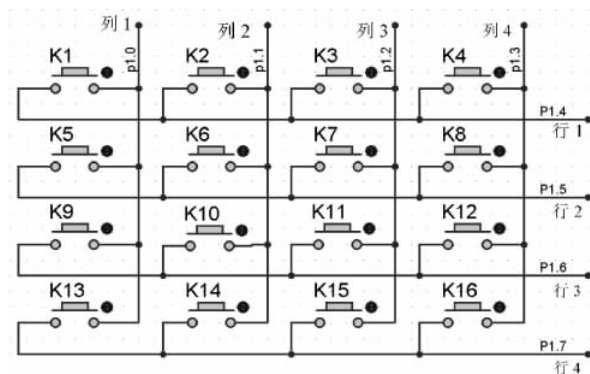

图 3-6 矩阵非编码键盘
由于线性键盘的每一个按键都是单独与单片机的 I/O 相连, 每一个按键都需要单片机的 I/O 口, 占用单片机的硬件资源较多。特别是当按键数量很多的时候, 如果每个按键都占用单片机的一个 I/O 口, 势必造成单片机硬件资源紧张。因此, 在按键数量较多的情况下, 将按键开关设置在行线和列线的交叉点上, 行线和列线分别连接在按键的两端, 构成矩阵键盘, 以节约单片机的 I/O 口。如图 3-6 所示便是一个 4×4 的矩阵非编码键盘。
(1) 向行线输出低电平,列线输出高电平,然后读取列线所在的 I/O 口电平。如果有按键按下,则按键所在的列 I/O 口将变为低电平。如图 3-6 所示,首先置 P1.4~P1.7 输出低电平,P1.0~P1.3 输出高电平,然后读取 P1 口的电平。如果此时有按键按下,则 P1 口的值必然不为 0x0f。例如,如果 K₁ 按下,则 P1.0 电平将变为低电平,读 P1 口的值为 0x0e,将该值取反得 0xf1; 0xf1 与 0x0f 做按位与运算,保留低 4 位值,得 0x01。此值就是 K₁ 按键所在的列值。
(2) 向行线输出高电平,列线输出低电平,然后读取行线所在的 I/O 口电平。如果有按键按下,则按键所在的行线 I/O 口将变为低电平。如图 3-6 所示,置 P1.0~P1.3 输出低电平,P1.4~P1.7 输出高电平,然后读取 P1 口的电平。如果此时有按键按下,则 P1 口的值必然不为 0xf0。例如,如果 K₁ 按下,则 P1.4 电平将变为低电平,读 P1 口的值为
(3) 将按键的行与列相加,获得按键的码值,高 4 位保存行值,低 4 位保存列值,如 K₁ 键对应的按键码值为 0x11。将按键的码值与非编码键盘按键码值表进行对照,就可以获得按键的键值。图 3-6 所示 4×4 非编码键盘对应的按键码值表如表 3-2 所示。